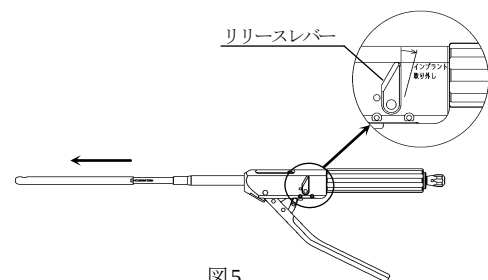

図5
- 5) 抜去器のリリースレバーを「インプラント取り外し」の方向へ倒して抜去器からインナーロッドを取り外し、インプラントからインナーロッドを取り外します。（図5）